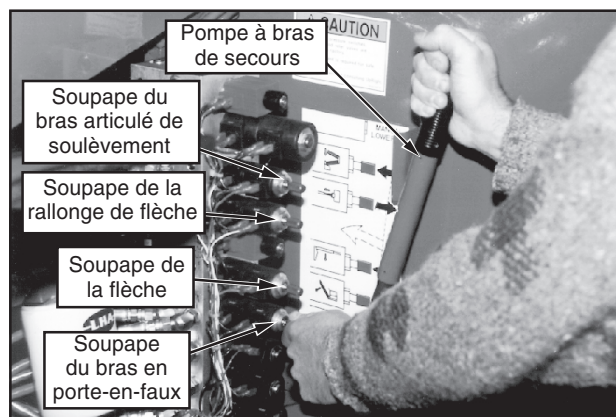

Figure 4 : Utilisation de la commande de secours
3. Actionner la commande manuelle prioritaire (bouton moleté) sur la soupape appropriée (voir figure 4). Enfoncer pour abaisser/déployer; tirer pour élever/renter, au besoin.